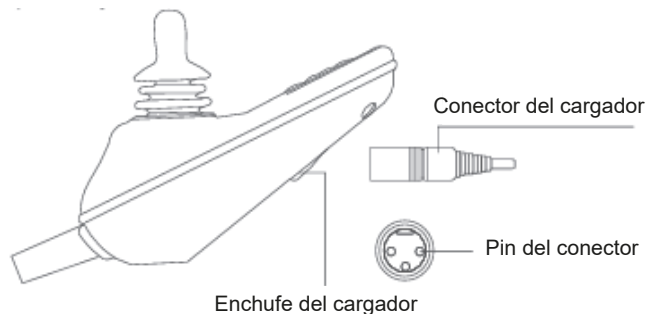

Ilustración 6.9
- Inserte el conector de salida del cargador en la ranura inferior del cargador, según se muestra en la ilustración 6.9.